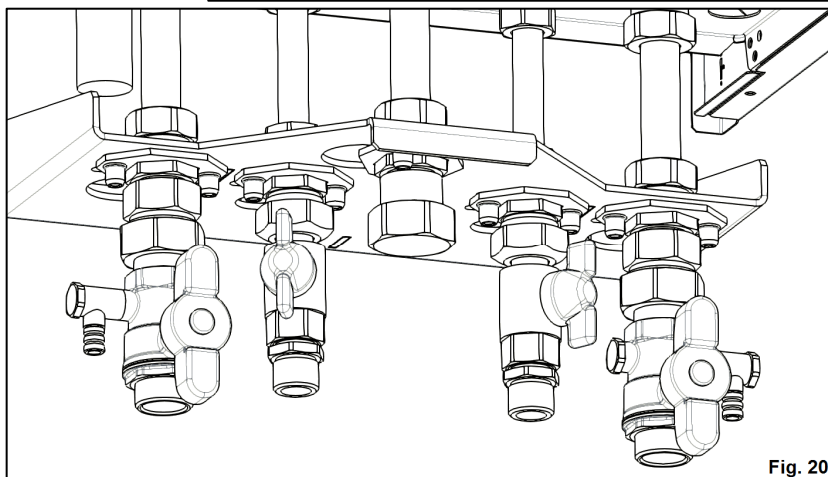

Fig. 20
14. Ansamblurile obținute se montează pe unitate, prin intermediul conexiunii de tip olandez, într-o poziție convenabilă utilizării (Fig. 20).